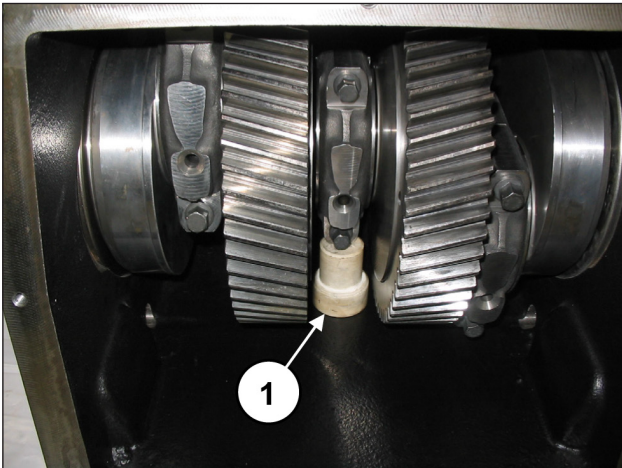

Fig. 12
Insira uma espessura sob o corpo da haste central para bloquear a rotação do eixo de manivela (pos. ①, Fig. 12).